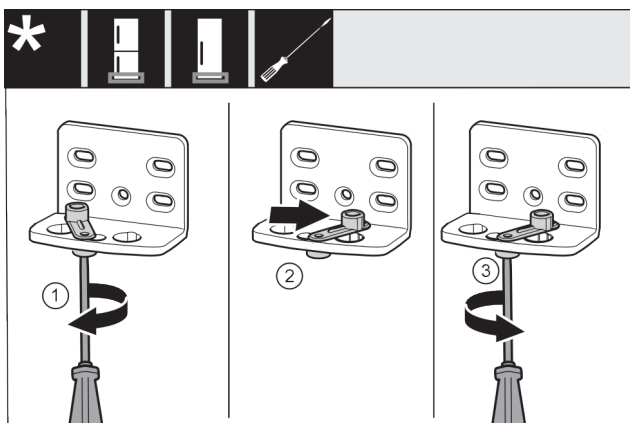

Fig. 28
- Visser sans serrer la vis Fig. 28 (1) avec un tournevis.
- Soulever l'aide à la fermeture de la porte Fig. 28 (2) et la tourner à 90° vers la droite dans l'alésage.
- Serrer la vis Fig. 28 (3) avec un tournevis.